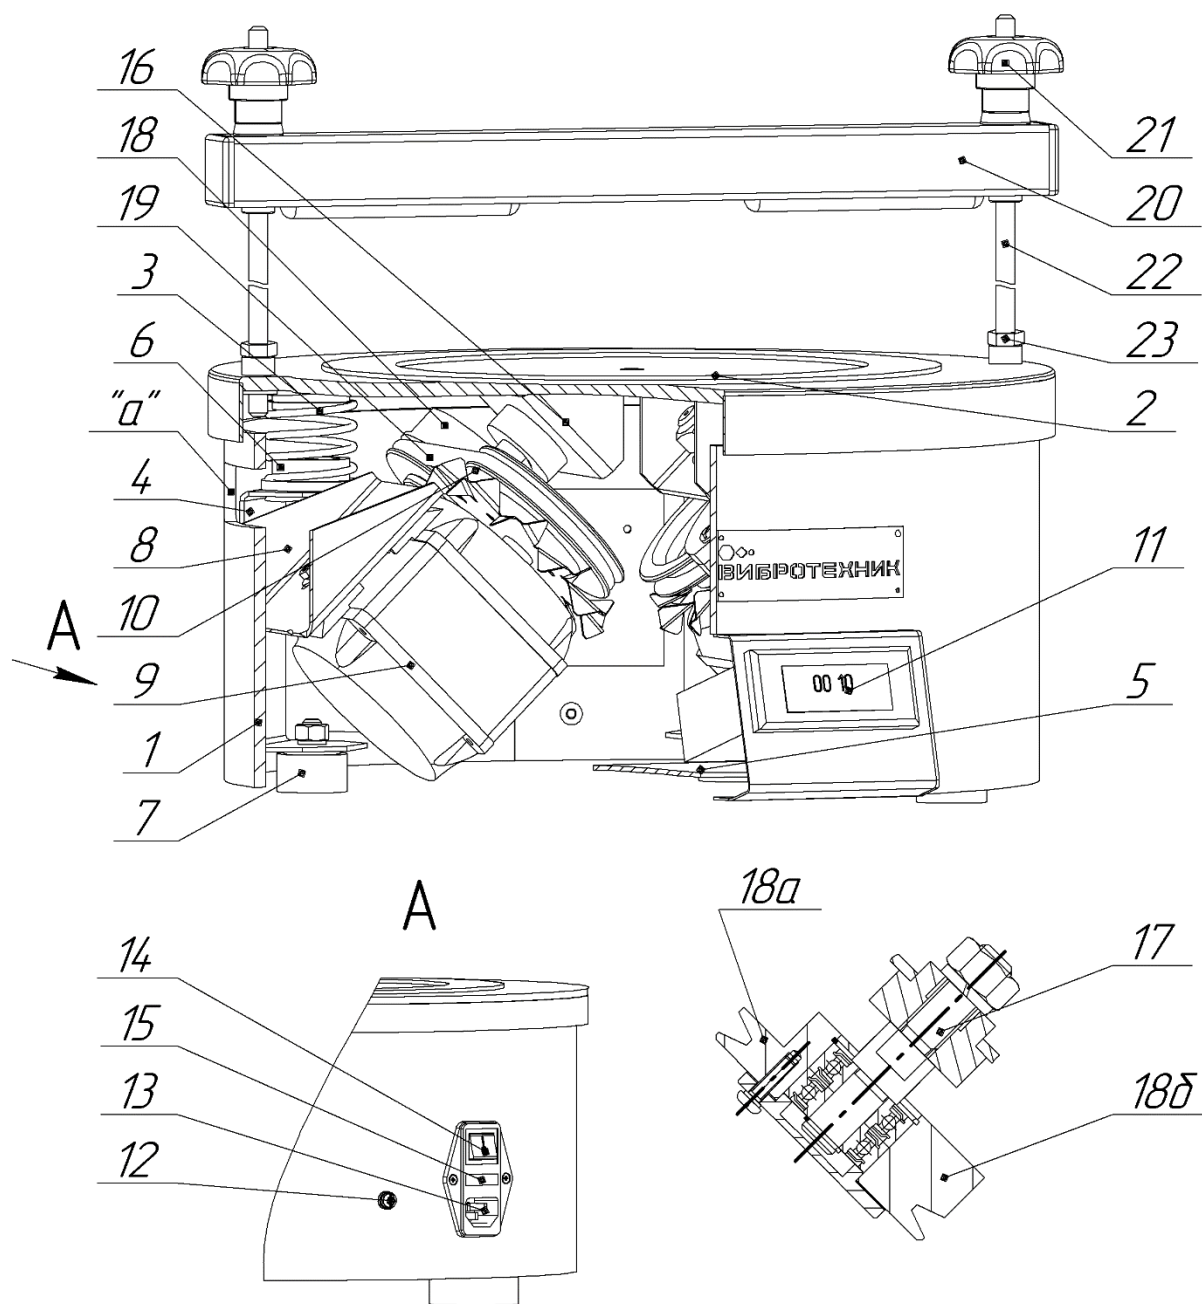
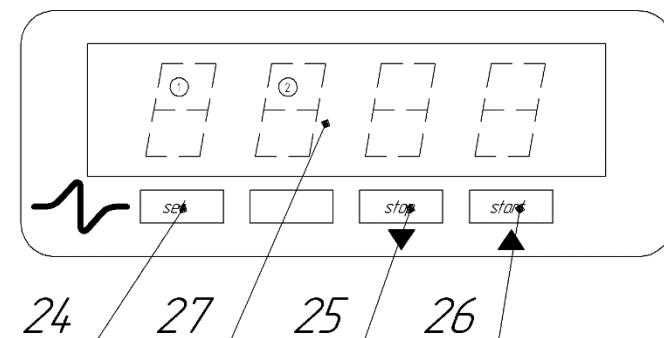

Рис. 1. Вибропривод ВП ЗОТ. Общий вид
Рис. 2. Таймер
2.1.1 **ВНИМАНИЕ!** Вибропривод имеет класс защиты 01. При работе обязательным является его заземление через шпильку заземления 12. (Рис. 1).
- перемещать Вибропривод за непредназначенные для этого части. Допускается производить перемещение только за специальные отверстия "а" (Рис. 1) в обечайке.
- нажать кнопку 14 (Рис. 1), при этом включится таймер 11 (Рис. 2);
е) Смонтировать устройство крепления (Рис. 1), для чего:
а) Отвернуть маховички 21 (Рис. 1) от траверсы 20 и снять их слегка наклонив – скошенная резьба позволяет свободно перемещать маховички по шпилькам 22;
д) Отвернуть маховички 21 (Рис. 1) от траверсы 20 и снять их, приподнять траверсу и снимите технологическое оборудование или колонну сит;